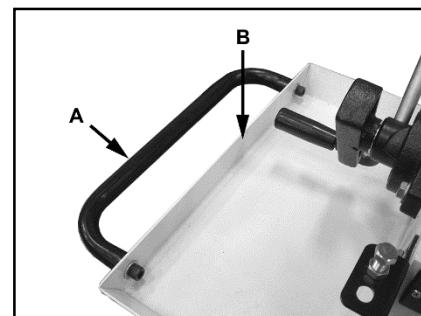

Рис.5
Распакуйте ручку (A, Рис. 5) и зафиксируйте ее на поддоне для СОЖ (B), используя 2 винта с внутренним шестигранником и шайбы.